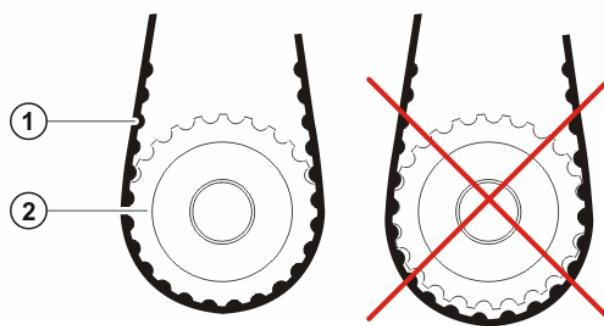

Abb. 8-11: Zahnrämen und Zahnrämenriss
- Neuen Zahnriemen einsetzen. Darauf achten, dass Zahnriemen und Zahnriemenritzel richtig ineinander greifen (>>> Abb. 8-11).